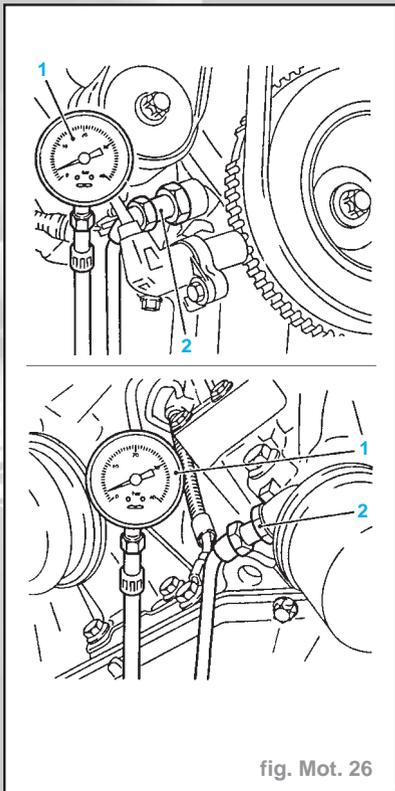

fig. Mot. 26
- Visser dans le trou taraudé, destiné au manomètre de pression d'huile, le manomètre de pression d'huile (1) avec le raccord (2) (outils **KM-498-B** et **KM-135**) (fig. Mot. 26).